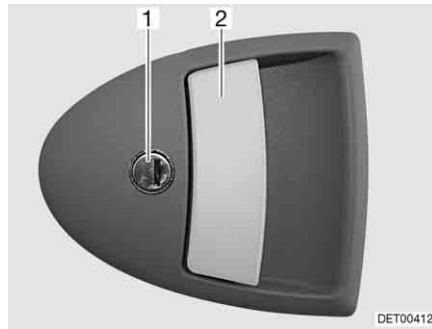

Bild 27 Türschloss Eingangstür, außen
- Schlüssel in Schließzylinder (Bild 27,1) stecken und drehen, bis das Türschloss entriegelt ist.
- Am Türgriff (Bild 27,2) ziehen. Die Tür ist geöffnet.
- Schlüssel in Schließzylinder (Bild 27,1) stecken und drehen, bis das Türschloss verriegelt ist.